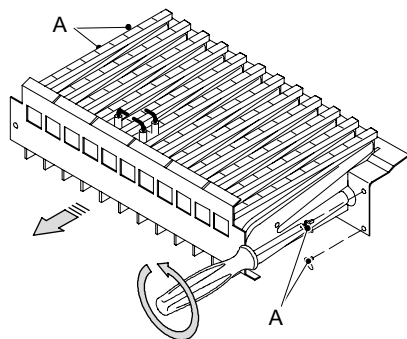

рис. 8.1
- Удалите переднюю панель камеры сгорания и горелку, как показано на рис. 8.1.
- Установите на место горелку как на рис. 8.1, переднюю панель камеры сгорания и передвижную панель герметической камеры.